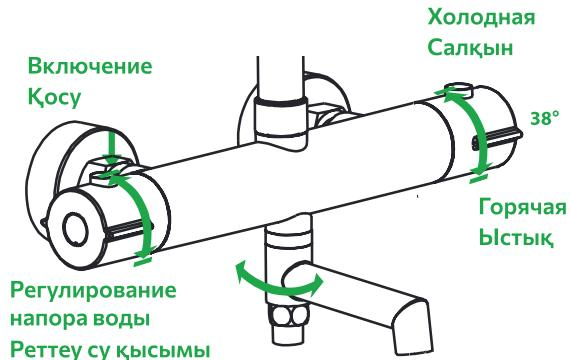

Рис. 2 / 2-сур.
2. Левая ручка смесителя используется для включения / выключения смесителя и регулировки напора воды (рис. 2).